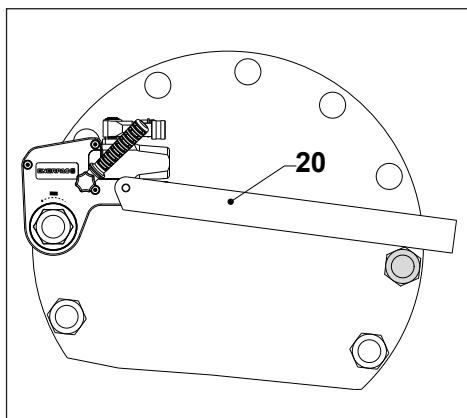
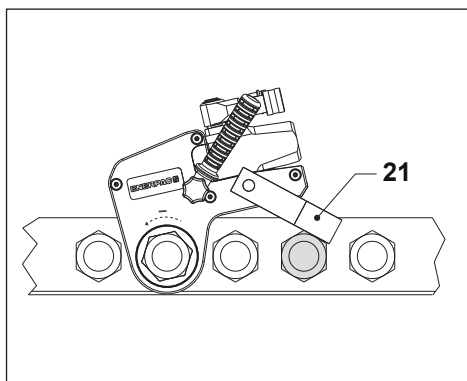
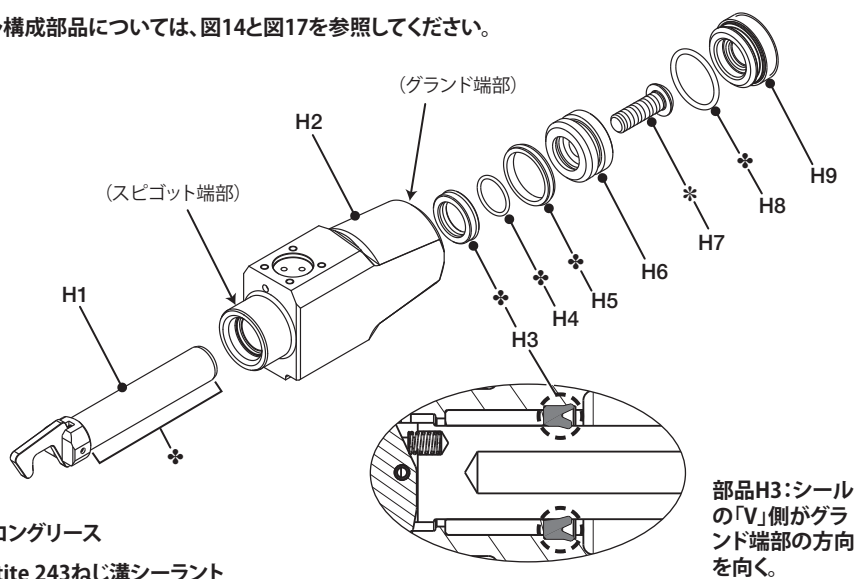

図13
図14
図17
4.3.4 延長リアクションアームの使用 (図13)
- WTEシリーズ延長リアクションアーム (20) を適切なリアクションポイントに当たるように位置決めします。リアクションポイントはツールを操作することにより発生した力の反対に作用します。
4.3.5 リアクションパドルの使用 (図14)
- WRPシリーズリアクションパドル (21) を適切なリアクションポイントに当たるように位置決めします。リアクションポイントはツールを操作することにより発生した力の反対に作用します。
スィベル構成部品については、図14と図17を参照してください。